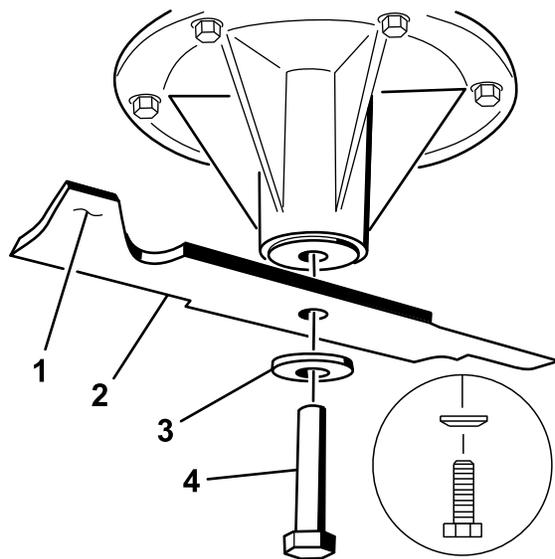

図 81
1. スピンドルシャフトにブレードを取り付ける (図 81)。
2. スプリングディスクとブレードボルトを取り付けるスプリングディスクは、円錐部をボルトの頭に向けて取り付ける (図 81)。各ブレードボルトを 85~110ft-lb (115~149Nm = 11.8~15.2kg.m) にトルク締めする。